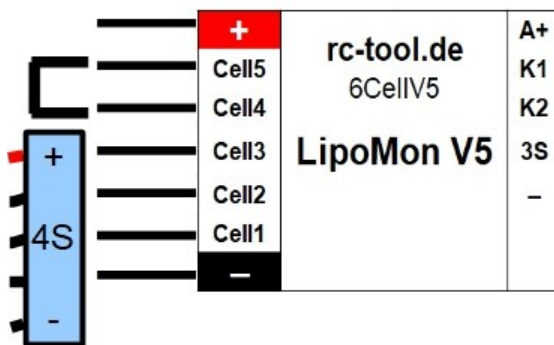

Abbildung 7: LED2-Mode Programmierung
1. Stecken Sie einen Kurzschlussstecker auf die Kontakte „Cell4“ und „Cell5“ Ihres LipoMon-V5 (Abbildung 7).
2. Schließen Sie an die ersten drei oder vier Kontakte („-“, „Cell1“, „Cell2“ und „Cell3“) Ihres LipoMon-V5 den Balanceranschluss eines geladenen Akkus an: Halten Sie dazu die Balancerbuchse Ihres Akkus richtig gepolt (siehe Inbetriebnahme) gegenüber den Kontakten des LipoMon-V5. Verschieben Sie den LipoMon-V5 so weit, dass nur den drei oder vier Anschlüssen „-“, „Cell1“, „Cell2“ und „Cell3“ drei oder vier Buchsen des Balanceranschlusses gegenüberliegen (Abbildung 7). Jetzt die Balancerbuchse mit den vier Anschlüssen des LipoMon-V5 verbinden.